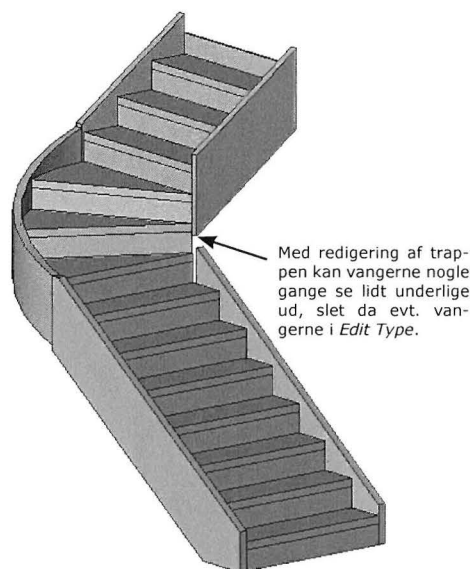

Fig. 10.30. 3D af trappen.
- Klik *Finish Edit Mode* og se trappen i 3D (Fig. 10.30).